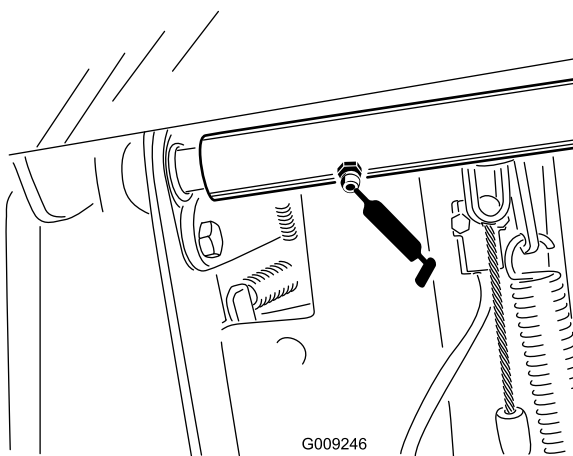

Рисунок 52
- Шарнирные опоры вала тормоза (1 шт.) (Рисунок 52)